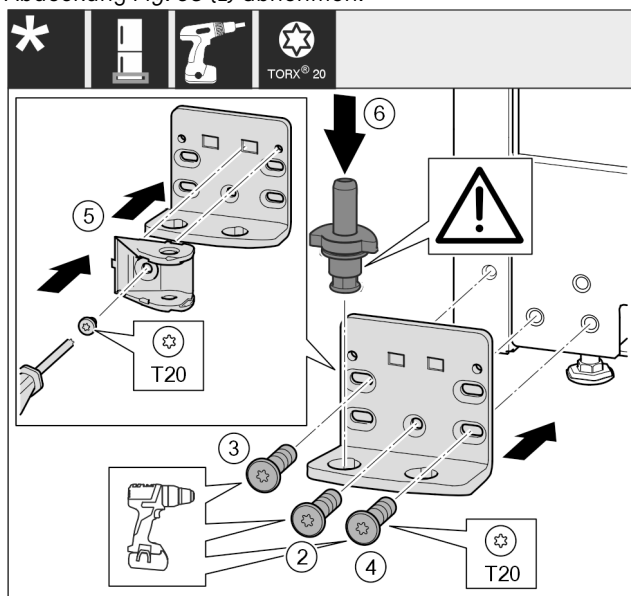

Fig. 39
- ▶ Lagerbock auf der anderen Seite ansetzen und mit Hilfe eines Schraubendrehers anschrauben. Mit der Schraube Fig. 39 (2) unten in der Mitte beginnen.
- ▶ Schraube Fig. 39 (3) und Schraube Fig. 39 (4) festschrauben.
- ▶ Schließdämpferverbindung Fig. 39 (5) um 180° drehen. Auf der anderen Seite des Lagerbocks mit Schraubendreher anschrauben.
- ▶ Lagerbolzen Fig. 39 (6) komplett einsetzen. Dabei darauf achten, dass der Rastnocken nach hinten zeigt.